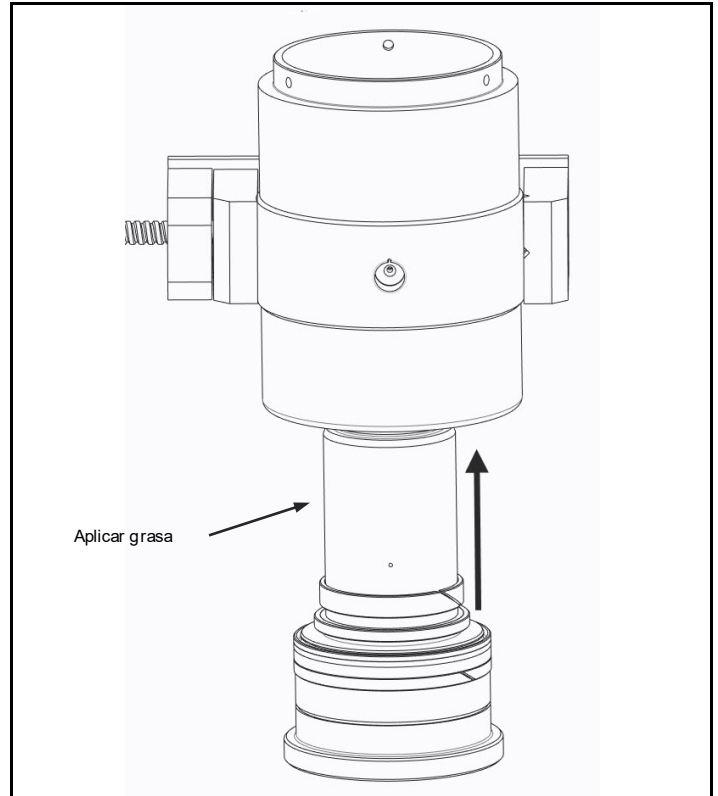

Fig. 4.7 Engrasare e instalar el pistón
- Al deslizar el pistón en el cuerpo procure no dañar las superficies internas. (Fig. 4.7)